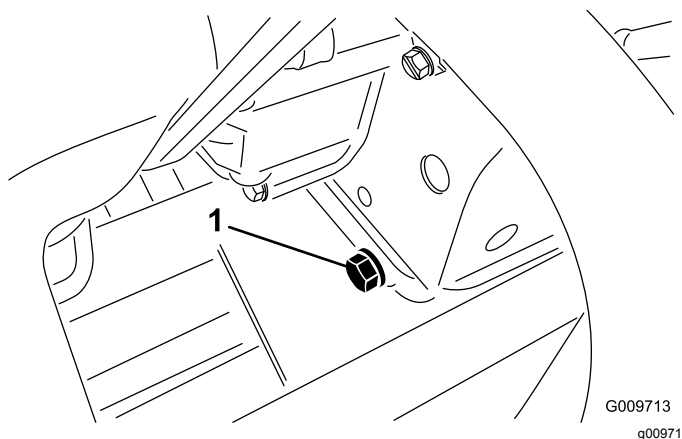

Figure 36
1. Enlevez le bouchon de vidange arrière (Figure 36) et laissez l'huile s'écouler dans un bac de